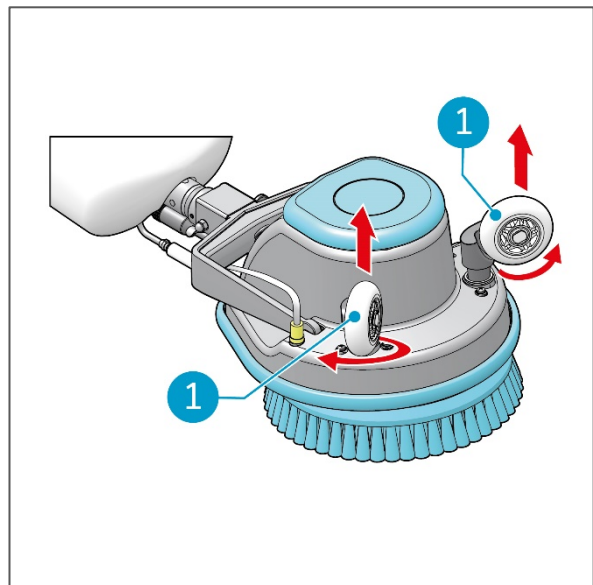

Figura 7
1. Appoggiare i-scrub® a terra, con il manico sul pavimento (Figura 7).
2. Estrarre le ruote per il trasporto (Figura 7, pos 1) dalla base e ruotarle verso l'esterno.